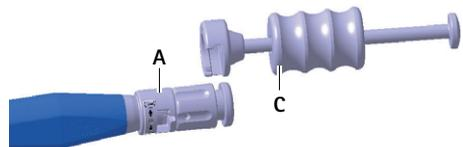

Fig. 5 Montage du marteau impacteur sur l'instrument d'insertion
- ▶ Monter le marteau impacteur C sur l'instrument d'insertion A, voir Fig. 5.
- ▶ Monter le marteau impacteur **B** sur l'instrument d'insertion **A**, voir Fig. 5.